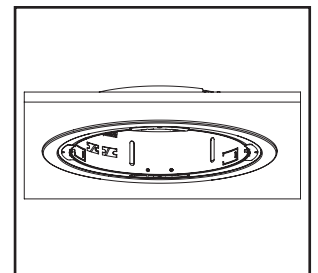

Figure 28.
- Alignez les receveurs de ressorts de torsion avec les glissières du boîtier (s'il y en a) et assurez-vous que les ressorts de fixation ne touchent aucune partie du boîtier pour que les pattes de montage ou la bague à bande d'adaptation (s'il y en a) reposent à plat sur le plafond. Les anneaux Retrofit auront peut-être besoin d'être tournés pour éviter des interférences (Figure 28.).